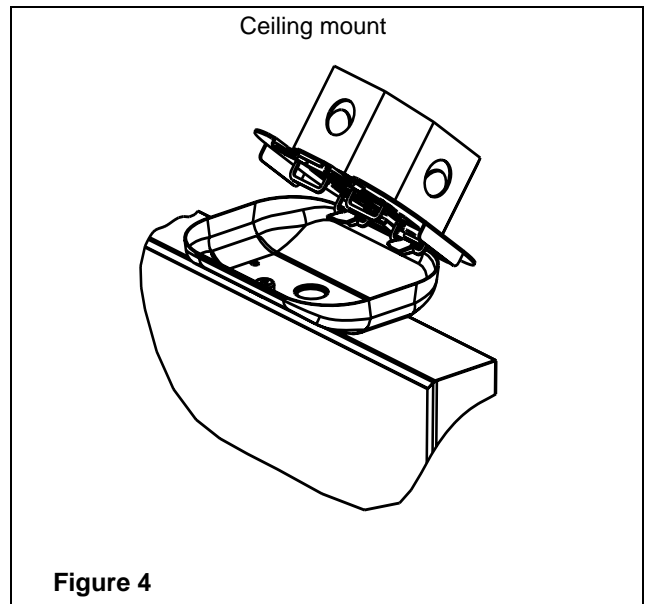

Figure 4
- f. Make the proper wire connections. The “Quick-install” canopy is equipped with ribs allowing you to hang the unit to the spider plate to facilitate wiring (See fig.4). Feed the excess wire into the junction box and secure the canopy to the junction box using the long screw provided(8).
- f. Le socle à installation rapide comprend deux ailes pliées vers l'intérieur lui permettant d'être accroché sur les détails en "U" de la plaque de fixation facilitant ainsi le raccordement du filage (voir fig. 4). Se référer au point (6) pour compléter les branchements électriques.